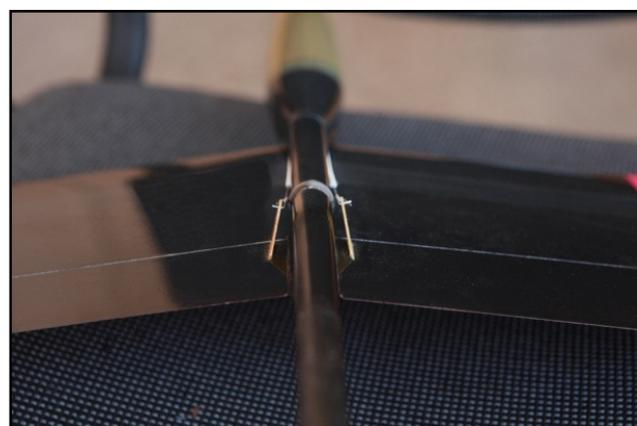

Рис.2.18 – Кабанчики элеронов
**Внимание:** необходимо клеивать кабанчики в элероны под небольшим углом (как на рис.2.18), так чтоб отверстие для тяги было как можно ближе к хвостовой балке (зазор около 2 мм). В этом случае тяги не будут изгибаться, и система управления будет наиболее жёсткой.